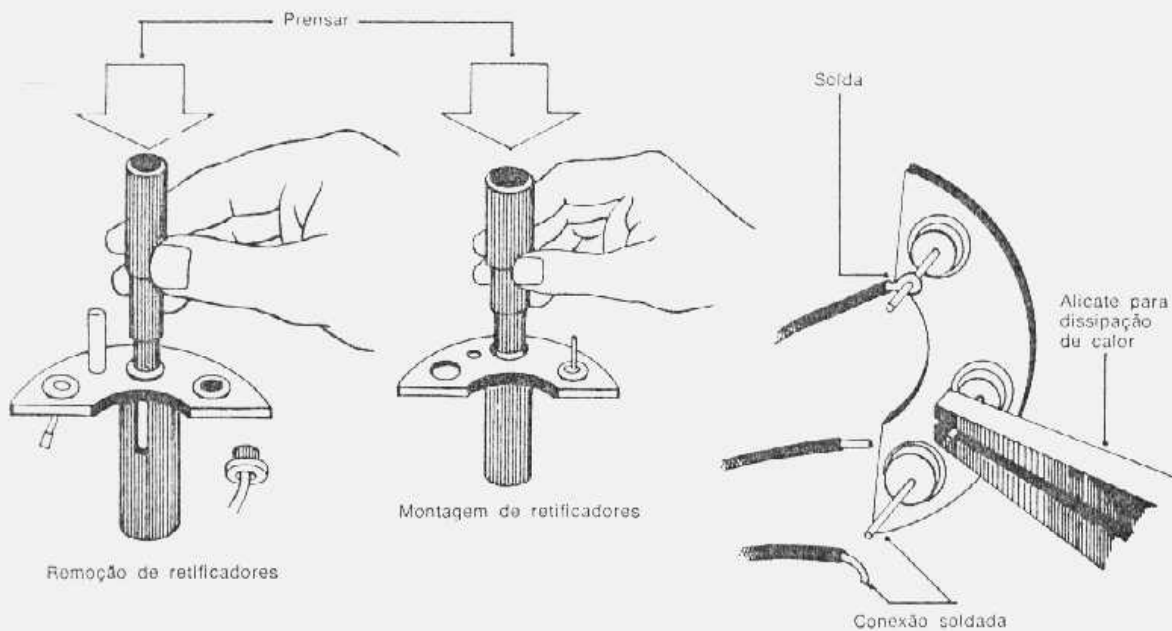

fig. 17 — substituição de retificadores
- Colocar novos retificadores na carcaça se forem negativos e na placa de montagem isolada se forem positivos, prensando-os com as ferramentas especiais conforme mostrado na fig. 17.